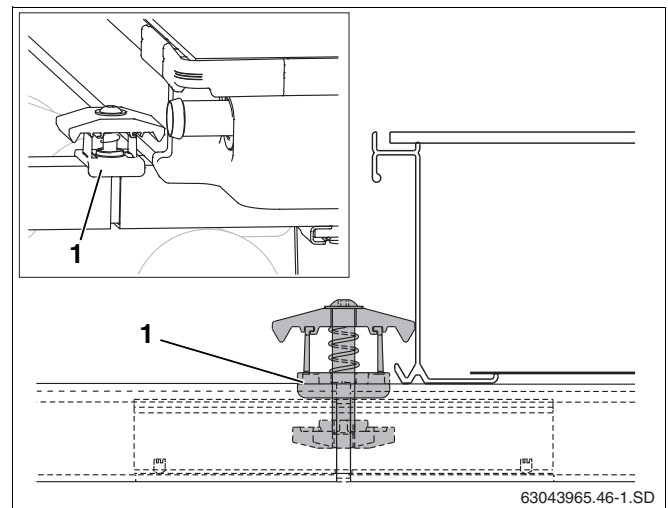

Рис. 45 Установка двухстороннего зажима
- ▶ Установите двухсторонний зажим гайкой вниз в отверстие профильной рейки и соединительной вставки так, чтобы пластмассовая распорка (рис. 45, **поз. 1**) охватывала профильную рейку.